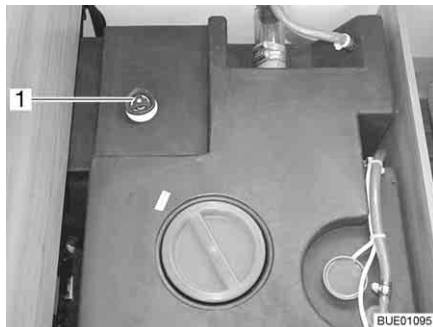

Fig. 131 Serbatoio dell'acqua con maniglia girevole
- Sul serbatoio dell'acqua ruotare la maniglia girevole (Fig. 131,1) in senso antiorario, oltre la resistenza verso l'esterno fino all'arresto, per aprire completamente l'apertura di scarico.